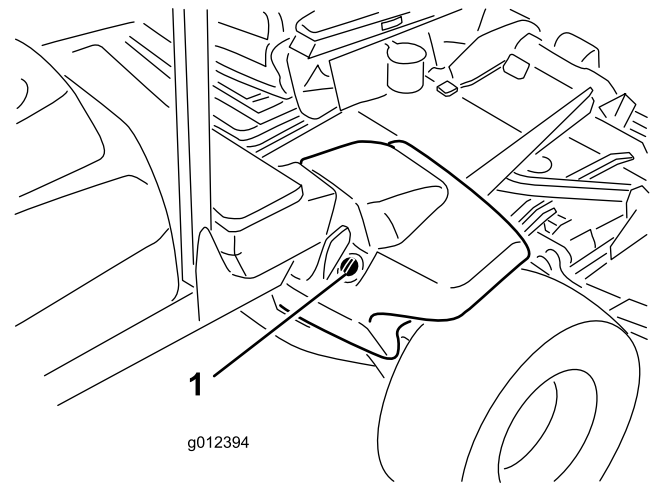

Figure 13
2. Nettoyez la surface autour du goulot et du bouchon de remplissage du réservoir hydraulique (Figure 13). Enlevez le bouchon du goulot de remplissage